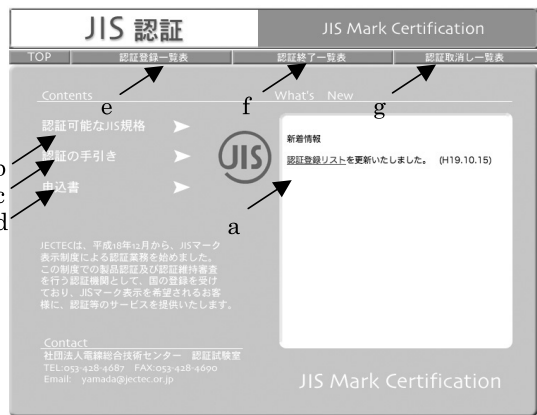

図2 JISマーク認証のページ
まずJECTECのホームページ(<http://www.jectec.or.jp>)を開いていただきますと、左中央あたりにJISマーク認証のページへのリンク(図1)がありますので、その部分をクリックしていただきますと、JIS認証のページ(図2)に入ることができます。
- ・新着情報(図2のa)：JECTECのJISマーク認証業務に関する最新の情報を表示します。例えば新たに認証取得者が追加された場合などは、この部分でお知らせ致します。(登録情報の更新に関しましては、JECTECホームページの新着情報にも表示されます。)
- ・認証可能なJIS規格(図2のb)；この部分では、JECTECにて現在認証することのできるJIS規格の一覧表を表示します。
- ・認証の手引き(図2のc)：この部分では、JECTECで認証を実施する際の手引書がダウンロードできます。手引書には申請から認証までの一連の流れが記載されておりますので、認証の申請をされる際には、是非ご一読ください。また、この部分では、JECTECが審査の際に確認させて頂く事項を品目別にまとめた「品目別審査事項」をダウンロードすることが出来ます。
- ・申込書(図2のd)：この部分では、JECTECに認証の申請をして頂く際に必要な書式類がダウンロードできます。お申し込み書式は、JECTECが各品目別に公開しております品目別審査事項を参考にご記入下さい。
- ・認証取得者一覧(図2のe)：この部分では、JECTECが認定をした、品目に関する認証取得日、認証番号、認証取得者の名称、JIS番号及び品種名の一覧表がご覧頂けます(図3)。
- ・認証終了一覧表(図2のf)：この部分では、認証期限が過ぎ、更新をされなかった品目の一覧表が表示されます。(2007年11月現在認証終了品目はありません。)
- ・認証取り消し一覧表(図2のg)：この部分では、何らかの理由によって認証の取り消しを受けた品目の一覧表が表示されます。(2007年11月現在認証取消品目はありません。)